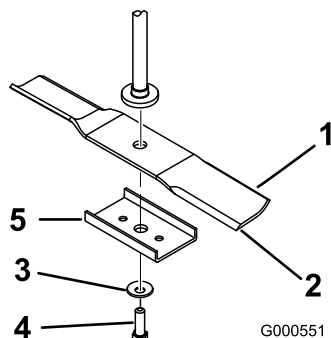

Figure 49
Tenez la lame à son extrémité avec un chiffon ou un gant épais. Enlevez de l'axe, le boulon, la rondelle bombée, le renfort et la lame (Figure 49).
2. Montez le renfort, la rondelle bombée (face concave vers la lame) et le boulon de lame (Figure 49).
1. Placez la lame sur l'axe (Figure 49).